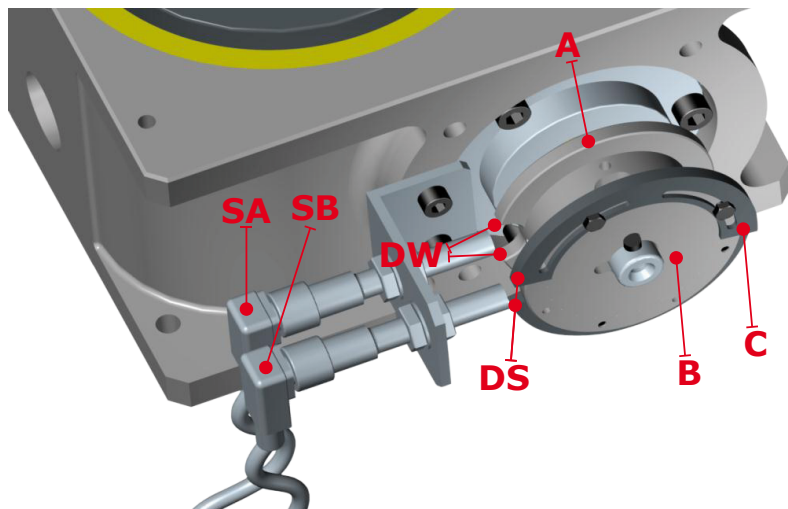
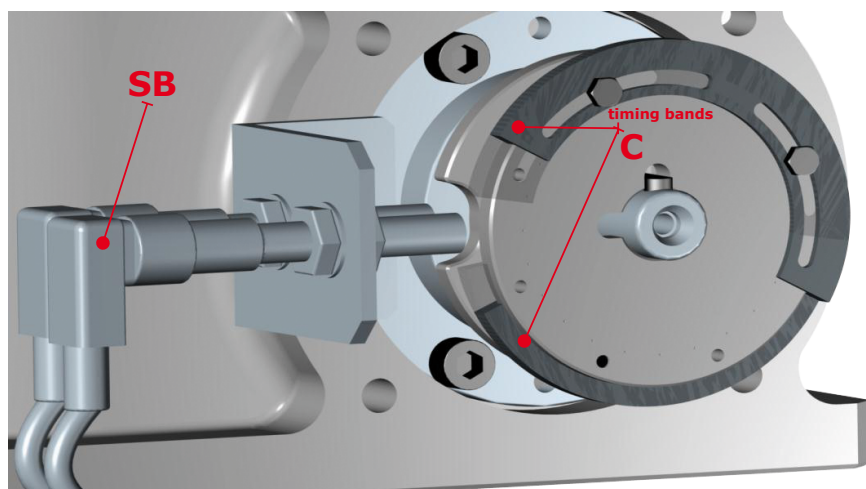

Fig. 1
Fig. 3
- The signal to stop the motor is made by way of two phase cams **A** & **B** and two (2) proximity sensors (PNP n.o.) designated as **SA** and **SB** (**Fig. 1,2**).
- When the motor has stopped, the output of sensor **SA** must be low (**diag. 1 #4**) otherwise the unit has not properly stopped in the dwell phase position (**diag. 2 #3**). If this happens, you must adjust (make gap wider) the timing bands **C** of phase cam **B** as shown in (**fig. 3**) so that the stop signal is detected earlier and again check that the motor is decelerated quickly enough so that it stops in the dwell period. The proximity sensor **SA** will show the signal is low (motor stopped).
- Il sistema di arresto del motore durante la fase di fermo è composto da due camme di fase **A** e **B** e due sensori (PNP n.o.) **SA** e **SB** (**Fig. 1,2**).
- Quando il motore è fermo, l'uscita del sensore **SA** deve essere bassa (**diag. 1 #4**) altrimenti l'unità index non si è arrestata correttamente nella fase di fermo (**diag. 2 #3**). In questo caso si devono allargare le bande regolabili **C** della camma di fase **B** come mostrato in **fig.3** affinché il segnale di stop del motore sia rilevato prima, quindi controllare ancora che il motore decelererà abbastanza velocemente da fermarsi nella fase di fermo. Il sensore di prossimità **SA** sarà basso con il motore fermo.
- Das Stoppsystem des Motors mittels Signal besteht aus zwei (Phasen-) Nocken **A** und **B** und zwei Sensoren (PNP n.o.) **SA** und **SB** (**Abb. 1,2**).
- Wenn der Motor still steht, muss das Ausgangssignal des Sensors **SA** niedrig sein (**diag. 1 #4**). Die Einheit ist folglich in der Stillstands-/Rastphase **DW** (richtige Position). Wenn die Einheit außerhalb der Stillstands-/Rastphase **DW** (**Diag.2 #3**) anhält, ist der Ausgang des Sensors **SA** hoch (falsche Position). Um dies zu korrigieren, muss man mittels Vorrichtung (**C**) die Öffnung **DS** erweitern (**Abb. 3**). Damit wird das Stoppsignal des Motors früher erfasst und man stellt sicher, dass der Motor schnell genug verlangsamt wird, um in der Stillstands-/Rastphase zu stoppen. Der Motor beginnt dann die Verlangsamung früher und hält korrekt in der Stillstands-/Rastphase (**DW**) der Einheit mit dem niedrigen Sensor **SA** an.
- Le système d'arrêt du moteur pendant la phase d'arrêt de l'unité est composé de deux cames A et B et de deux capteurs (PNP n.o.) SA et SB (Fig. 1,2).
- La came **A** est unie à l'arbre d'entrée du mouvement grâce à une clef. L'ouverture de la came de phase **A (DW)** n'est pas réglable et est la même que la phase d'arrêt unité.
- La came de phase **B** est réglable: l'ouverture **DS** doit être supérieure ou égale à celle de la came **A (DW)**.
- Quand le moteur est arrêté, la sortie du capteur **SA** doit être basse. L'unité est donc en phase d'arrêt. Dans le cas où l'unité s'arrête en dehors de la phase d'arrêt **DW (diag. 2 #3)**, la sortie du capteur **SA** est haute. Pour corriger cela, on doit agir sur la came **B (fig. 3)** en élargissant l'ouverture **DS** afin d'anticiper le signal de stop moteur (**diag. 1 #1**). Le moteur commence la décélération (**diag. 1 #2**) et s'arrête (**diag. 1 #3**) correctement dans la phase d'arrêt (**DW**) de l'unité avec le capteur **SA** bas.
- La señal de parar el motor se realiza por medio de dos levas de fase **A** y **B** y dos sensores de proximidad (PNP n.o.), designados como **SA** y **SB (Fig. 1,2)**.
- La leva de fase **B** es regulable (dos semilevas): la abertura **DS** debe regularse para que resulte igual o superior a la apertura fija de la leva de fase **A (DW)**.
- Cuando el motor se ha parado, la salida de sensor **SA** también debe detectar el punto de paro (**diag.1 #4**). Si no es así, el motor no para correctamente (**diag.2 #3**). Para corregir esta desviación debe ampliar la apertura de la leva fase **B**, tal y como se muestra en (**fig.3**). De este modo, la señal de parada se anticipa. De nuevo compruebe que el motor frena en la zona de parada. El sensor de proximidad **SA** también indica que la señal de paro es correcta.